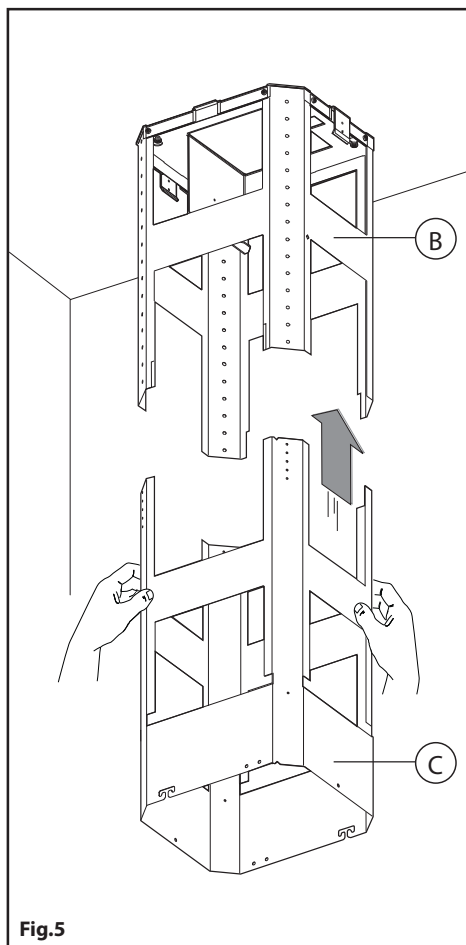

Fig.5
- Prendere la parte inferiore della struttura telescopica **C** ed inserirla su quella superiore **B** (Fig.5).